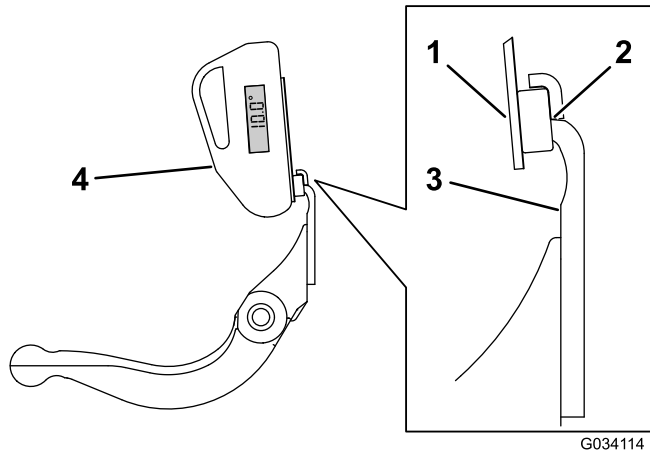

Figura 36
3. Coloque el soporte del indicador de ángulo sobre el filo de la contracuchilla de manera que el borde del imán esté enrasado con el filo de la contracuchilla (Figura 36).
4. Coloque el indicador de ángulo en el soporte, según se muestra en Figura 36.